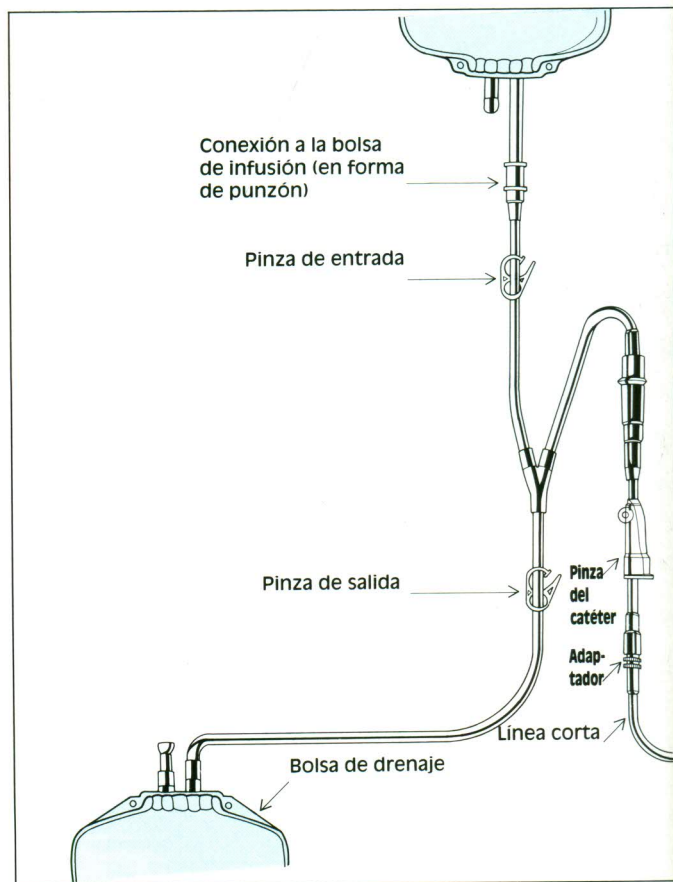

Figura 3. Línea de transferencia en Y.
B. Línea de transferencia en Y para sistema de CAPD de desconexión total (figura 3)